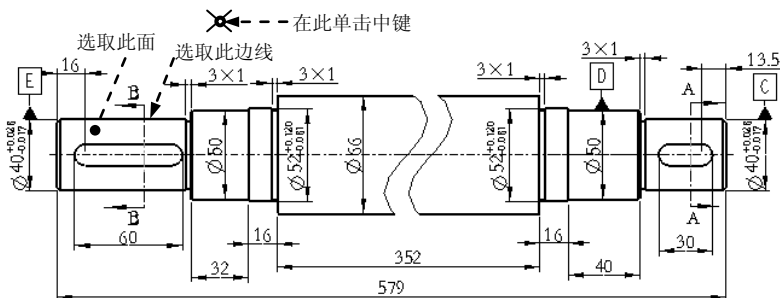

图 5.9.22 定义公差参照和位置
Step3. 定义公差参照。在 参照: 区域的 类型 下拉列表中选择 曲面 选项, 选取图 5.9.22 所示曲面为公差参照。
Step4. 定义公差的位置。在对话框中 放置 区域的 类型 下拉列表中选择 法向引线 选项, 在弹出的 ▼ LEADER TYPE (引线类型) 菜单中选择 Arrow Head (箭头) 命令, 在系统 用左键选择标注位置, 或中键中止。 的提示下, 选取图 5.9.22 所示的边线, 然后在图 5.9.22 所示的位置单击中键, 放置“圆跳动”公差。